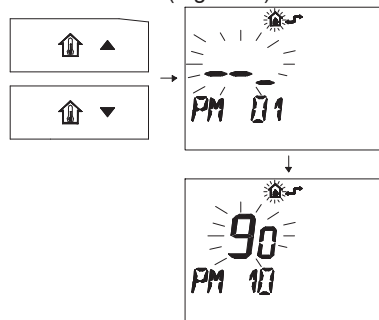

Fig. 5.64
- Pulse los botones o para visualizar la programación "PM 10" de la frecuencia de encendido (Fig. 5.64).
La Fig. 5.64 muestra un punto de consigna programado de 90, equivalente a un tiempo de reencendido de aproximadamente 3 minutos.